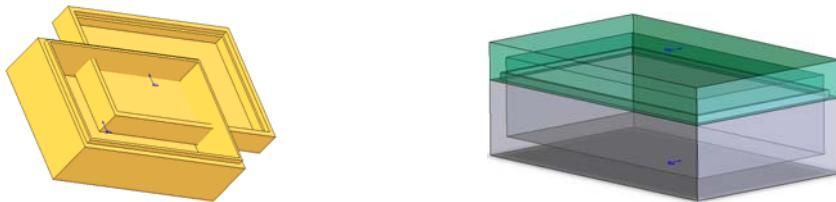

图 7-166 导入完成的模型
- (1) 导入文件。新建一个装配体文件；导入下盖文件；导入上盖文件，完成后如图 7-166 所示。